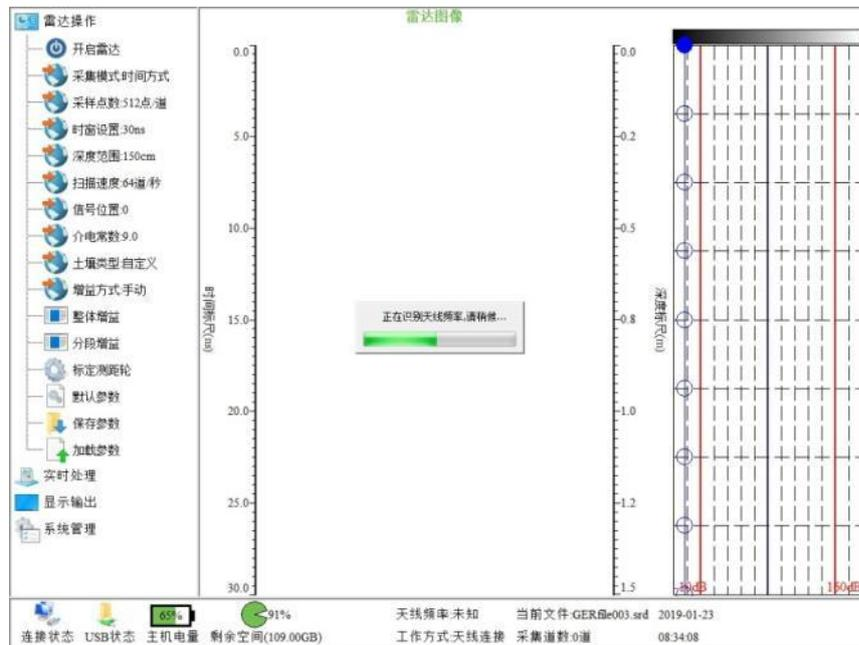

图 29 GER-10 自动识别天线和设置参数
- (1) 布置测线并在测线上标识距离信息，通常为 10 米一个标记
- (2) 参照 2.1 硬件连接章节连接 GER-10 雷达系统，连接完毕后按一下电源键，系统开机。如图 29 所示开机后系统自动识别天线并设置雷达参数。如用户需对雷达参数进行调整请参照 2.2 所对应的章节进行调整。